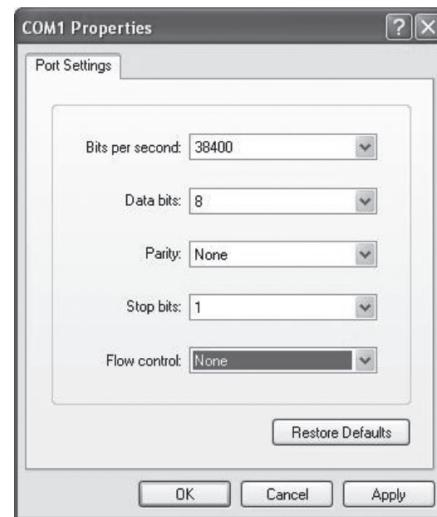

Рисунок 6-7 Настройки порта
5. Произведите настройку порта, который был выбран в пункте выше (см. рисунок 6-7). Установите "Bits per second" в значение "38400", "Data bits" в значение "8", "Parity" – "None", "Stop bits" – "1", "Flow control" – "None" и далее нажмите OK.